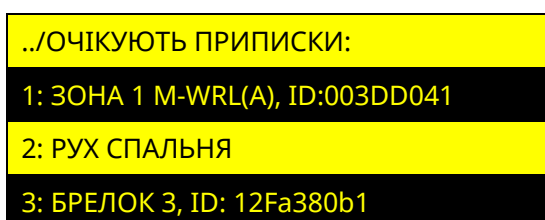

Рисунок 4.11 – Вікно відображення елементів, які очікують приписки
В пункті «**ПРИПИСКА**» розділу «БЕЗДРОТОВІ КОМПОНЕНТИ», відображається список зон модуля M-WRL(A) до яких не приписані бездротові сповіщувачі а також брелки, до яких не приписані SpaceControl (рисунок 4.11).